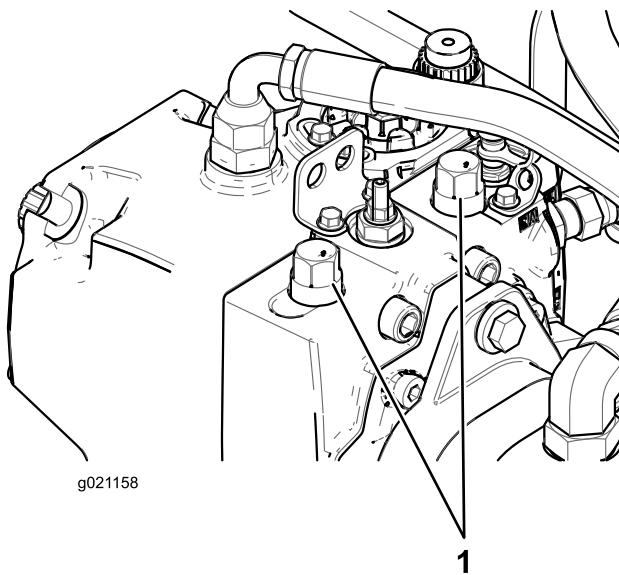

Bild 40
1. Öffnen Sie die Motorhaube und ermitteln Sie die Sicherheitsventile an der Pumpe (Bild 40).